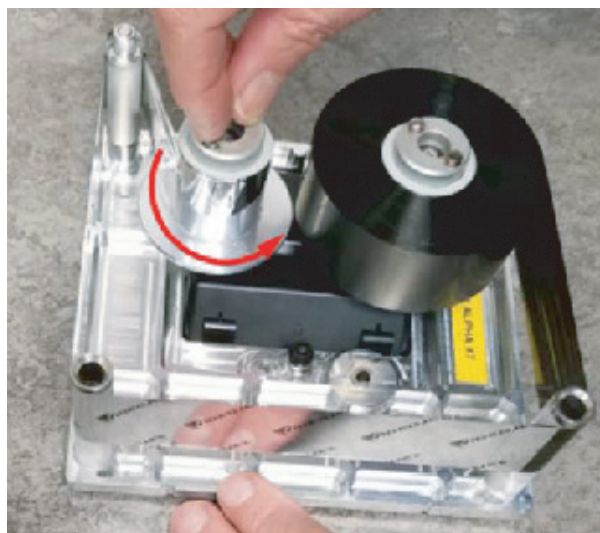

Рис. 4-15: Извлечение ленточных бобин
1. Плавно вытяните из кассеты две ленточных бобины (на одной из которых намотана вся использованная лента), как показано на Рисунок 4-15. Диски, расположенные под каждой бобиной, могут использоваться в качестве рычага для извлечения бобины из кассеты.